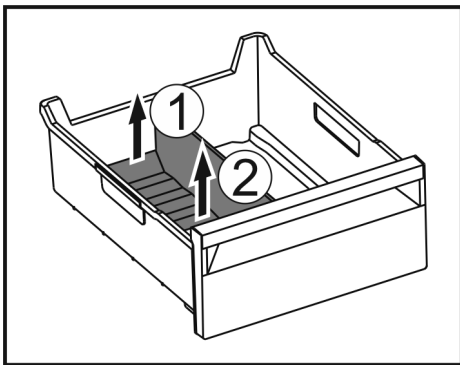

Fig. 183
- Achterste deel van de ijsvak-scheider optillen. Fig. 183 (1)
- IJsvak-scheider er naar boven toe uitnemen. Fig. 183 (2)